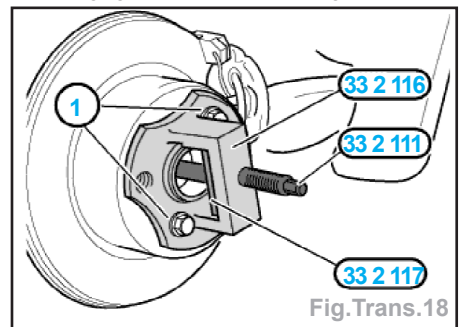

Fig. Trans. 18
- Mettre en place l'outil 33 2 111 / 116 et 117 avec 2 vis de roue (1) et visser afin de dégager le demi-arbre (Fig. Trans. 18).